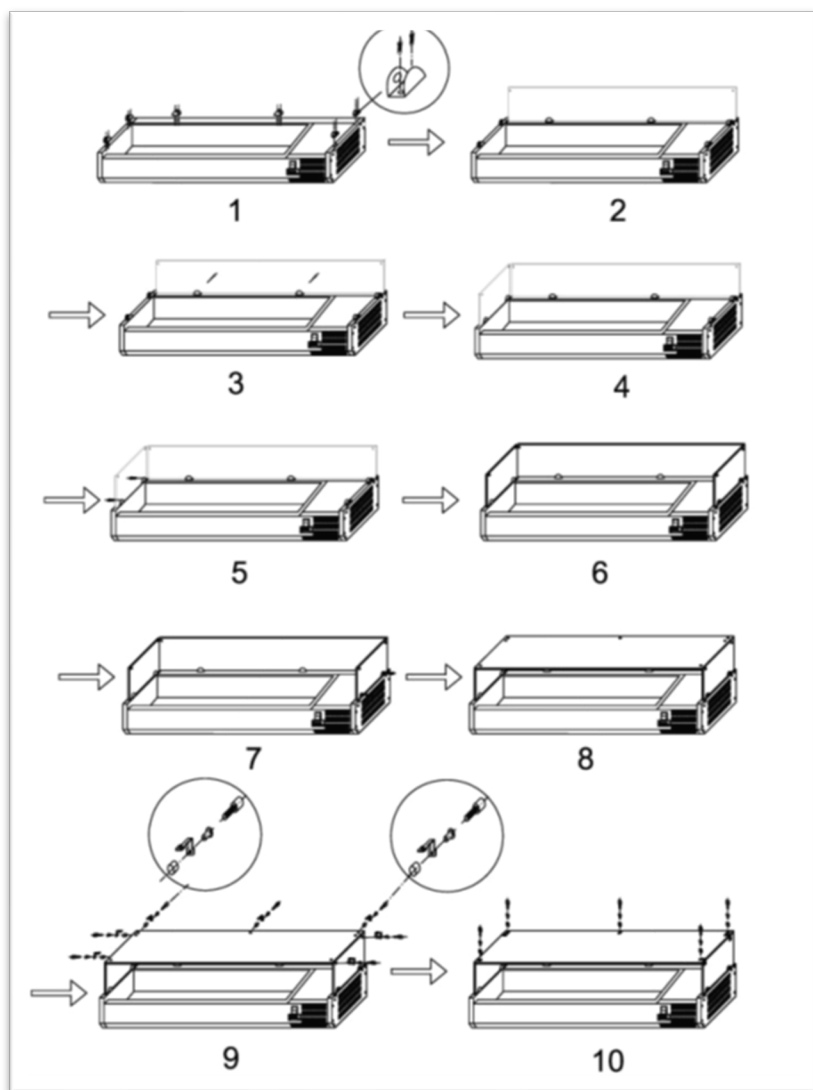

Abb. 1 Glasscheiben anbringen / Pic. 1 Attach glass plates
1. Schrauben Sie die Glasaufnahmen an den Rand des Geräts – siehe Abb. 1, P.1.
1. Screw the glass holders to the edge of the appliance - see fig. 1, P.1.
7. Legen Sie die obere Glasplatte auf die Halterungen und achten Sie darauf, dass alle Löcher übereinander liegen (siehe Abb. 1, P. 8 – 10).
7. place the top glass panel on the brackets, making sure that all the holes are on top of each other (see fig. 1, p. 8 - 10). Insert the plastic plugs and fix the top glass plate with the screws.